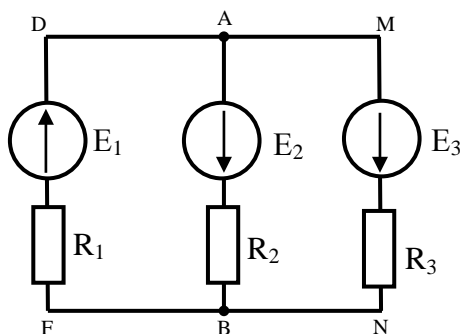

Рисунок 3.1
3. По первому закону составить $n - 1$ уравнений, где n – количество узлов в цепи. Составлять уравнения можно для любых узлов, лишь бы количество уравнений было на единицу меньше, чем количество узлов. Например, для цепи рисунок 3.1.